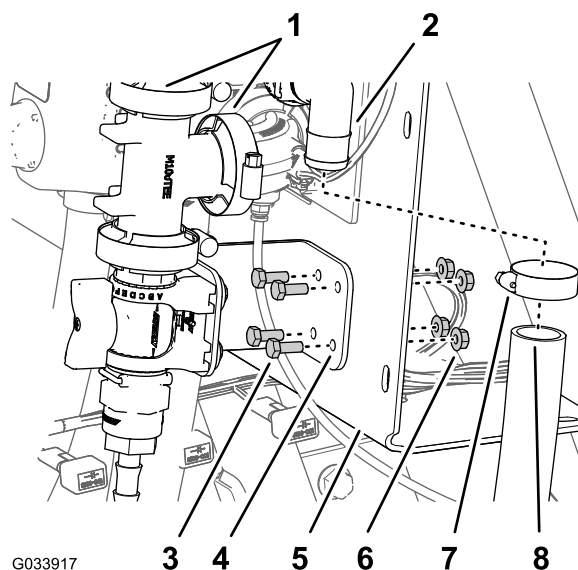

Рисунок 18
соединитель для трубки датчика давления (Рисунок 18).
2. Соедините друг с другом, не затягивая, тройник и прямоугольный штуцер, используя прокладку и фланцевый хомут (Рисунок 18).
4. Затяните вручную фланцевый хомут крепления регулирующего клапана к тройнику (Рисунок 13) и фланцевый хомут крепления тройника к прямоугольному штуцеру, имеющему соединитель для трубки датчика давления (Рисунок 15 и Рисунок 18).